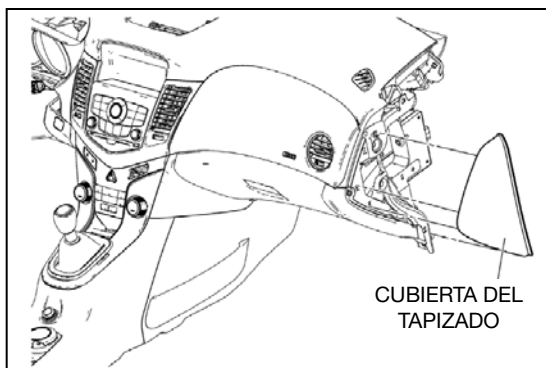

Fig. 9
3. Retire la cubierta del tapizado exterior del panel de instrumentos del lado del pasajero (ver Fig. 9).